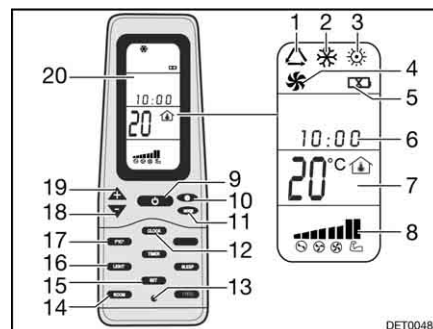

Fig. 144 Telecomando
- Premere il tasto ON/OFF (Fig. 144,9).
- Premere il tasto "Mode" (Fig. 144,11) spesso, finché la modalità desiderata (Fig. 144,1, 2, 3 o 4) viene visualizzata sul display (Fig. 144,20).
- Impostare la temperatura desiderata con i tasti "+" (Fig. 144,19) e "-" (Fig. 144,18).
- Con il tasto velocità dell'aria (Fig. 144,10) selezionare il livello desiderato per la ventola.